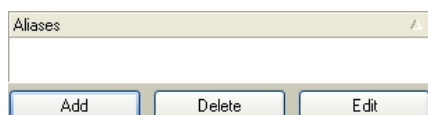

图 5.23 Aliases 编辑窗口
- 1) 在元件编辑管理器的中部有一个 **Aliases** 编辑窗口，如图 5.23 所示。